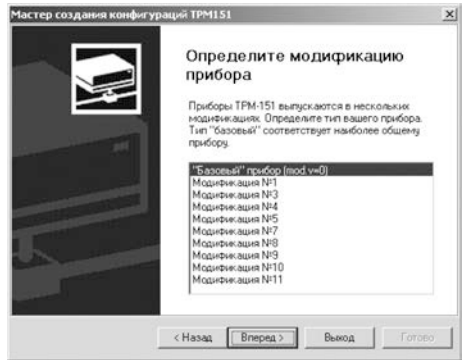

Рисунок 8.3
**Если модификацию считать не удастся**, появится соответствующее сообщение. После нажатия «ОК» открывается окно с приглашением выбрать модификацию прибора из списка (рисунок 8.3).